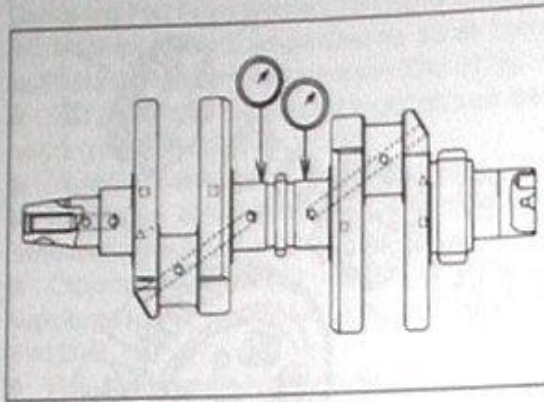

Bild 222
- 📏 Kurbelwelle wie in Bild 222 gezeigt lagern und Schlag der Lagerzapfen messen; Verschleißgrenze 0,05 mm.